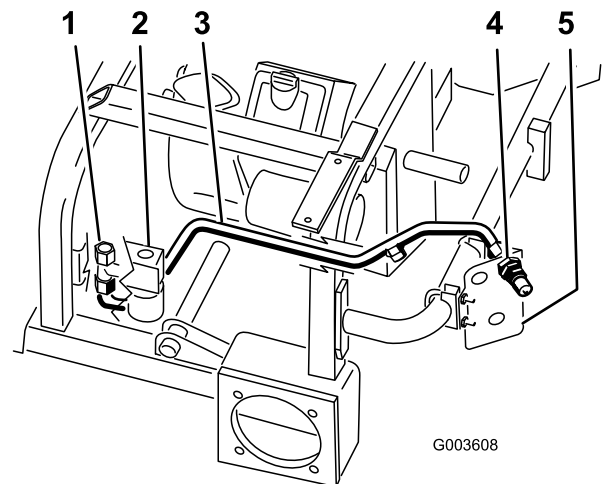

図 14
- 図 14 に示すように、油圧ライン (1番) を機体に位置決めする。
- バルブの側部に組みつけられたフィッティングに油圧ライン (1番) を取り付ける (図 14)。
- 油圧ライン (1番) を、上側のオスのカップラに取り付ける (図 14)。